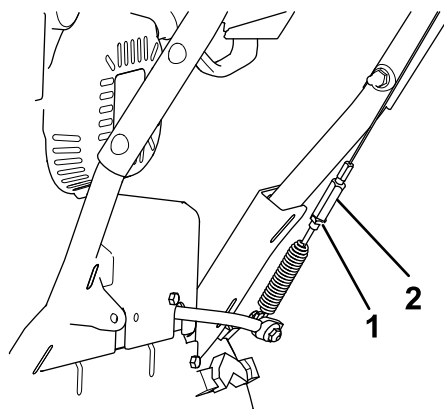

Figure 29
- B. Desserrez ou serrez le tendeur de réglage de la tension du câble (Figure 29).